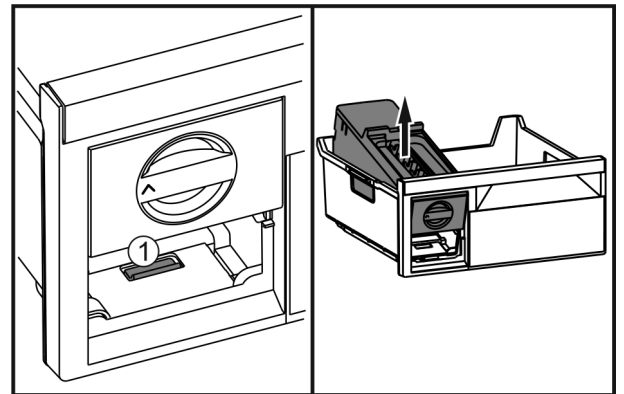

Fig. 55
- Appuyer sur la languette Fig. 55 (1), soulever l'EasyTwist-Ice depuis l'arrière et le faire sortir du tiroir de congélation.